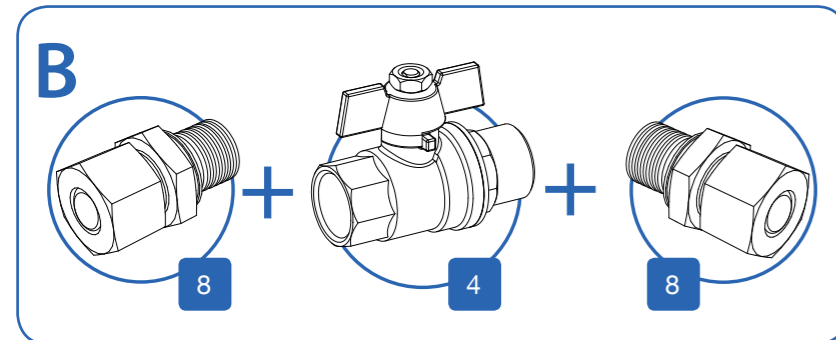

**Fig. 08.** Esquema de conexión en la salida del grupo de presión.
**Fig. 14.** Existen varias posibilidades de realizar el circuito de salida de agua del grupo de presión, un ejemplo de como se podría realizar sería el representado en el **fig.08**. El primer paso es marcar el camino a seguir por el circuito sobre la pared o panel sándwich y así poder dimensionar los componentes y comprobar el espacio que necesita cada uno, sobre todo la separación entre el tubo y la pared. Este espacio se regula roscando mas o menos la abrazadera en la varilla. Realizaremos un agujero pasante de un diámetro superior al de la varilla. El espacio entre agujeros debe ser el suficiente para garantizar la correcta sujeción de la tubería.